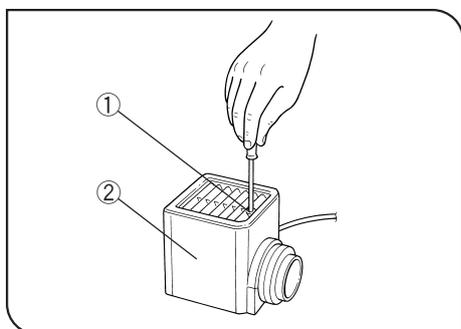

図 35
### 1 ハロゲンランプの取付け (図35~37)
- 5) ランプハウスを上からはめ込み、固定ねじ①を下に押付けながら締付けます。(図35)